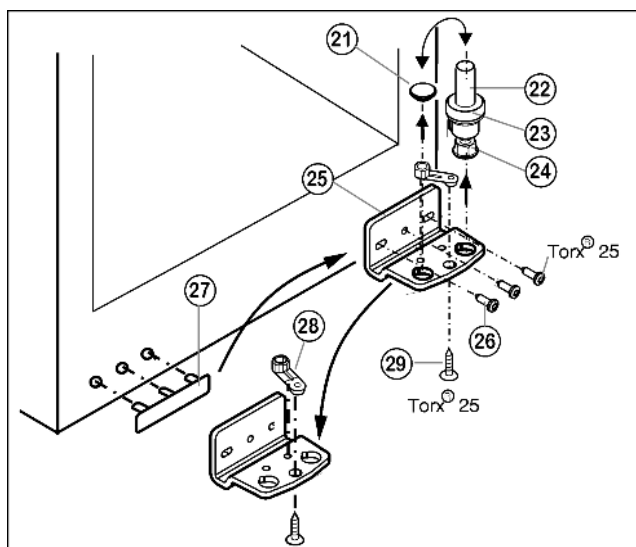

Fig. 7
- ▶ Retirer le pivot Fig. 7 (22) complètement avec le disque Fig. 7 (23) et le pied réglable Fig. 7 (24) par le haut.
- ▶ Enlever le bouchon Fig. 7 (21).
- ▶ Dévisser Fig. 7 (25) le support d'appui Fig. 7 (26).
- ▶ Dévisser l'élément pivotant Fig. 7 (28) et le permuter dans le trou opposé du support d'appui.
- ▶ Soulever le cache côté poignée Fig. 7 (27) avec précaution et le positionner sur le côté opposé.
- ▶ Revisser à fond le support d'appui Fig. 7 (25) sur le nouveau côté charnière en utilisant une visseuse sans fil si nécessaire, avec un couple de serrage de **4 Nm**.
- ▶ Replacer le bouchon Fig. 7 (21) dans l'autre trou.
- ▶ Replacer complètement le pivot Fig. 7 (22) avec le disque et le pied réglable. Faire attention à ce que les ergots d'encliquetage soient tournés vers l'arrière.
- ▶ Placer la porte par le haut sur le pivot inférieur Fig. 7 (22).
- ▶ Aligner éventuellement la porte par rapport aux deux trous oblongs du support d'appui inférieur Fig. 7 (25) pour qu'elle affleure avec l'habillage de l'appareil. Pour cela, dévisser la vis centrale.